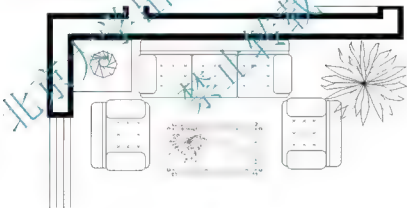

图 1.24 删除“茶几”
(3) 此时绘图区的光标变成一个小方块，右击命令行，在**选择对象:**提示下，将光标移到“茶几”上并单击，“茶几”即被选中并呈虚线显示(如图 1.24 所示)，按 Enter 键结束【删除】命令，“茶几”即被删除。